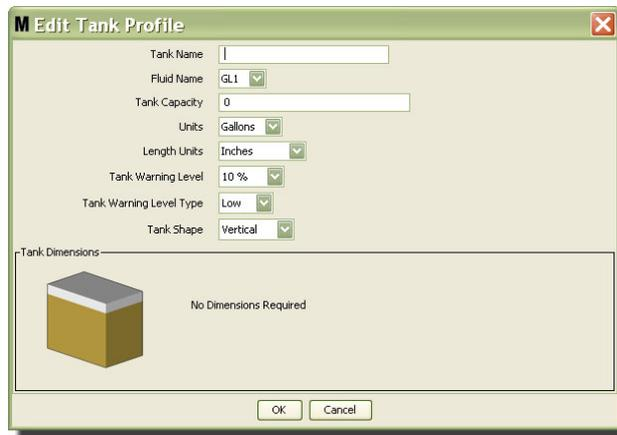

ABB. 101
3. Das in ABB. 101 gezeigte Fenster „Tankprofil bearbeiten“ erscheint.